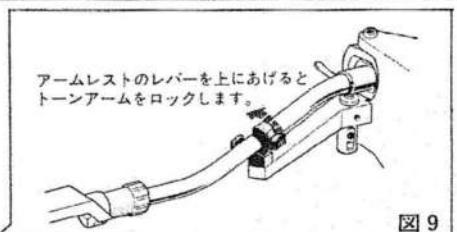

図 9
- (3)トーンアームの高さ調整が終りましたら、トーンアームをアームレストに戻してください。アームレストは（図9）のようにトーンアームをロックすることができます。